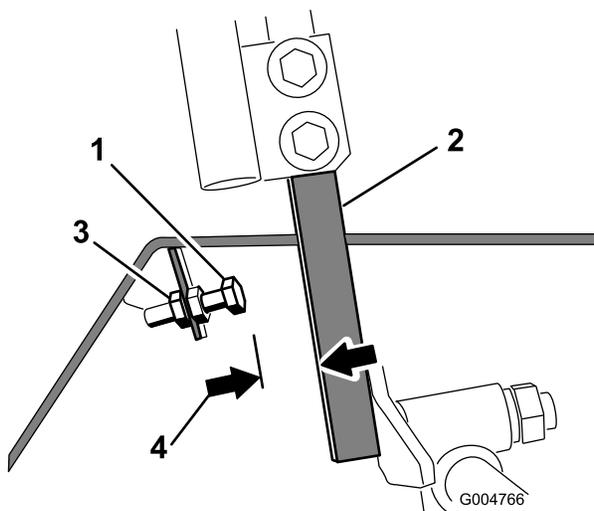

Figura 57
- Solte a porca de bloqueio no parafuso de paragem para uma alavanca de controlo (Figura 57).